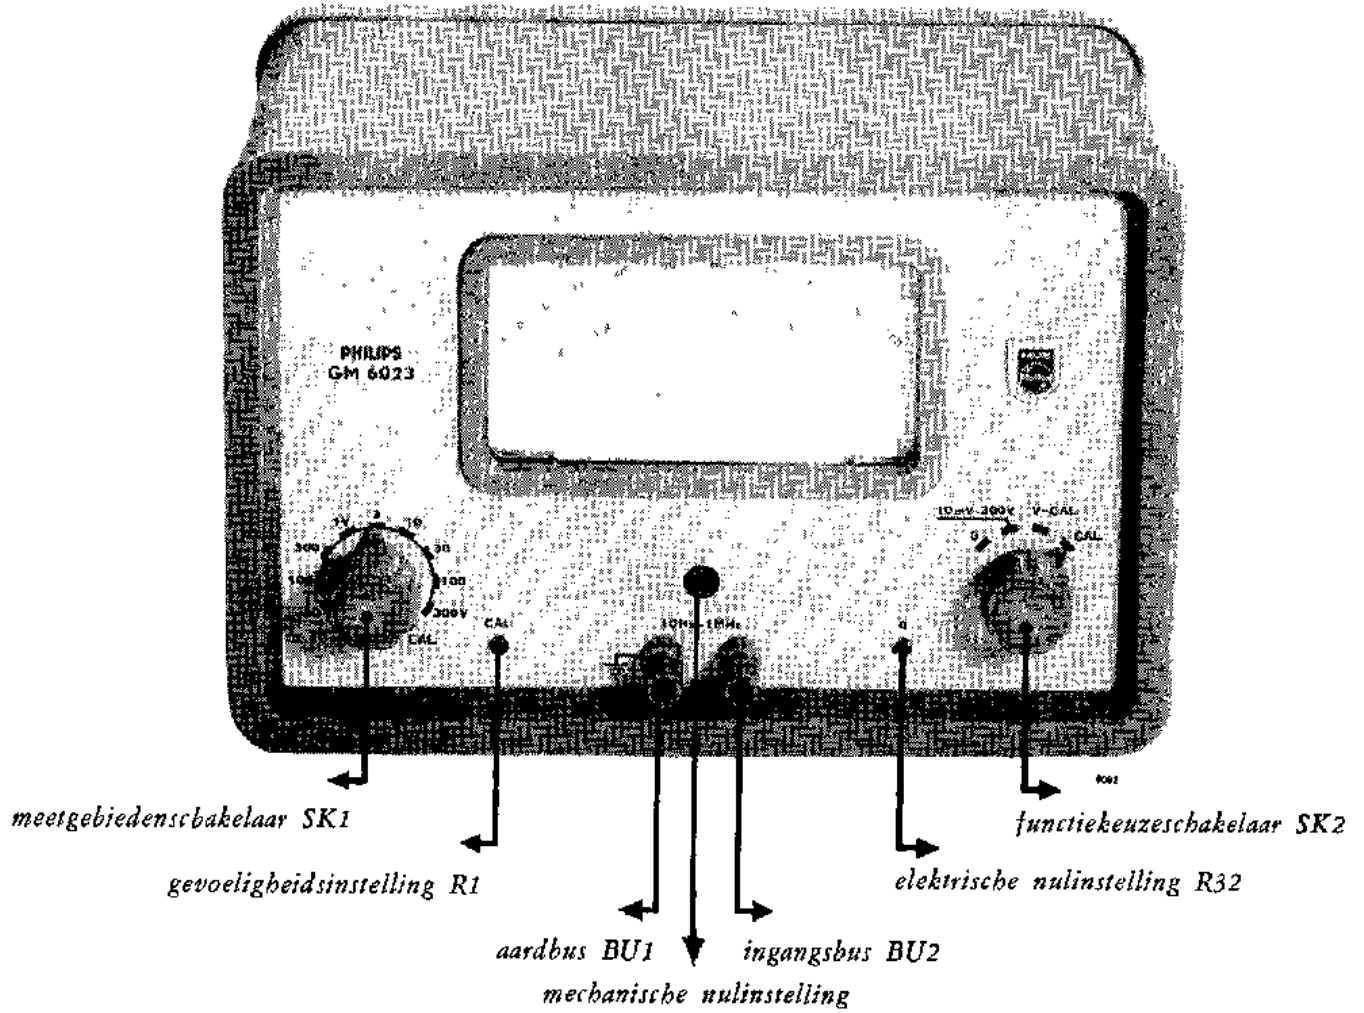

Fig. 1
Voor de plaats van de verschillende bedieningsorganen, zie fig. 1 op blz. 8.
- de voorzide van het apparaat (mechanische instelling; fig. 1).